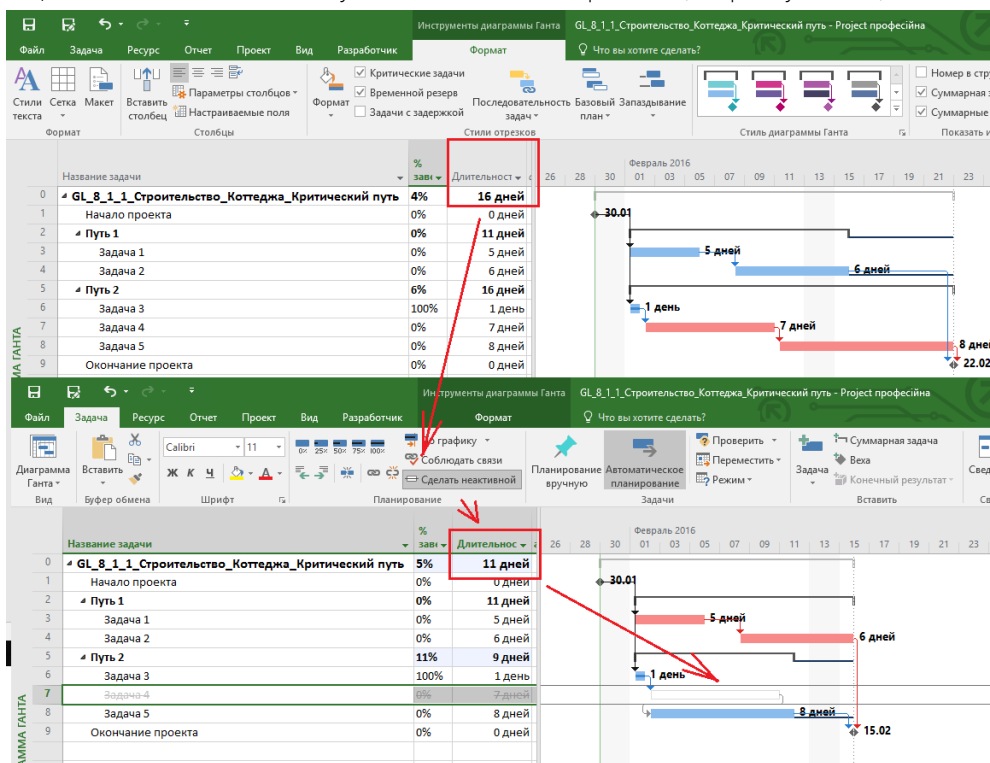

Рисунок 8.9 – Сокращение объема работ
4. Сокращать длительности за счет уменьшения объема работы (см. рисунок 8.9).